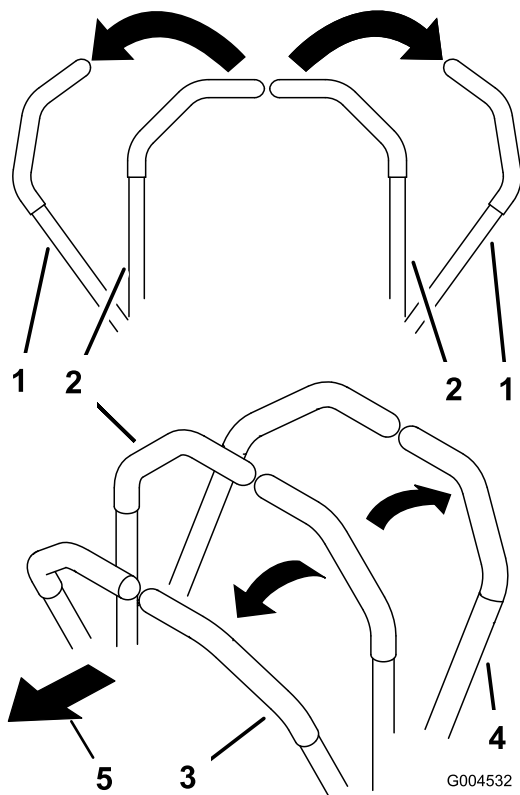

Figure 22
- Pour vous déplacer en ligne droite en marche avant, poussez lentement les leviers de commande de déplacement vers l'avant (Figure 22).
- Pour vous déplacer en ligne droite en marche arrière, tirez doucement les leviers en arrière (Figure 22).
- Pour tourner, ralentissez la machine en tirant les deux leviers en arrière puis poussez en avant le levier du côté opposé à celui que vous voulez prendre (Figure 22).